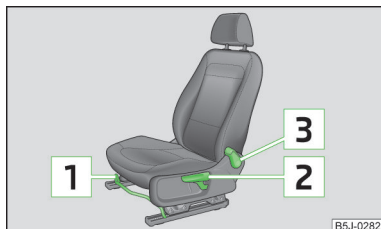

Abb. 55
- Den Hebel (im mittleren Bereich) **1** » Abb. 55 nach oben ziehen und dabei den Sitz in die gewünschte Position schieben.
- Möchte man den Sitz anheben, den Hebel **2** » Abb. 55 nach oben ziehen bzw. pumpen.
- Die Sitzlehne entlasten (sich nicht anlehnen), den Hebel **3** » Abb. 55 nach hinten ziehen und mit dem Rücken die gewünschte Neigung der Sitzlehne einstellen.